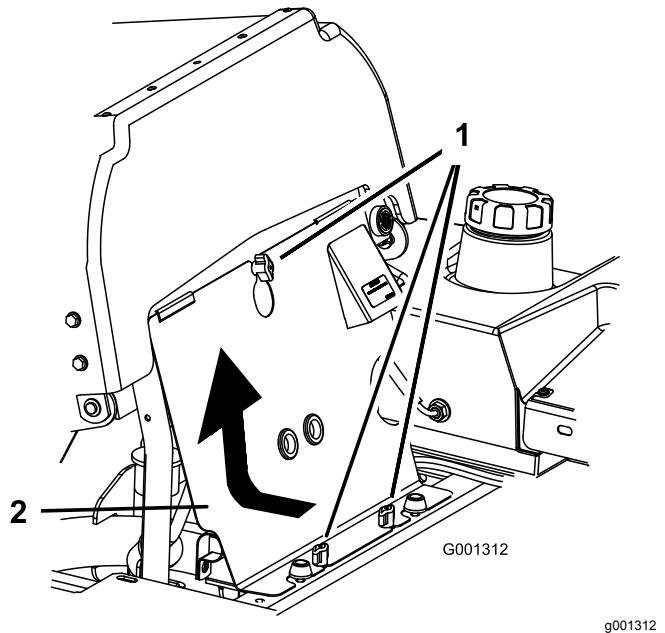

Figura 51
- Incline el asiento hacia adelante y retire el panel delantero del motor (Figura 51).